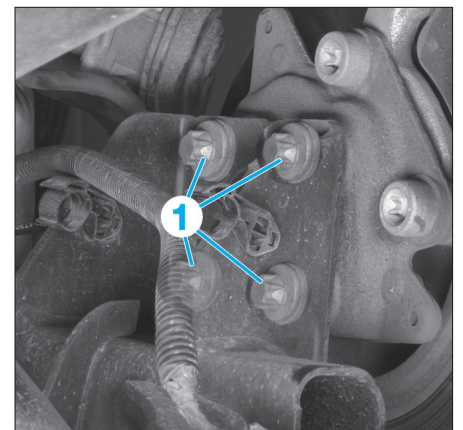

FIG. 22
- Déposer les vis (1) puis le porte-fusée (Fig.22).